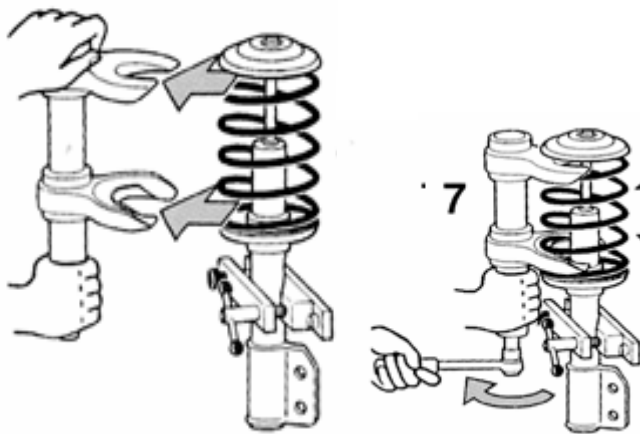

Bild 1
Centrale borgmoer aan bovenzijde schokdemper onder geen beding losdraaien als veer niet met speciaal gereedschap is ingespannen. Afb. 1
- Never remove self-locking when the spring has tension on top plate. **(Fig. 1)**
Never remove the self-locking nut on top of the shock-absorber when spring tension is still on always use a special tool as shown in figure 1.
- Feder mit geeignetem Federspanner vorspannen, zentrale Sicherungsmutter lösen und Federteller inklusive Lager demontieren.**(Bild 1)**